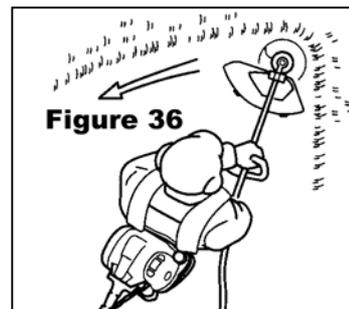

Figure 36
4. La lame tourne en sens inverse des aiguilles d'une montre. Utiliser la machine en mouvements de la droite vers la gauche, en avançant dans la végétation (figure 36).